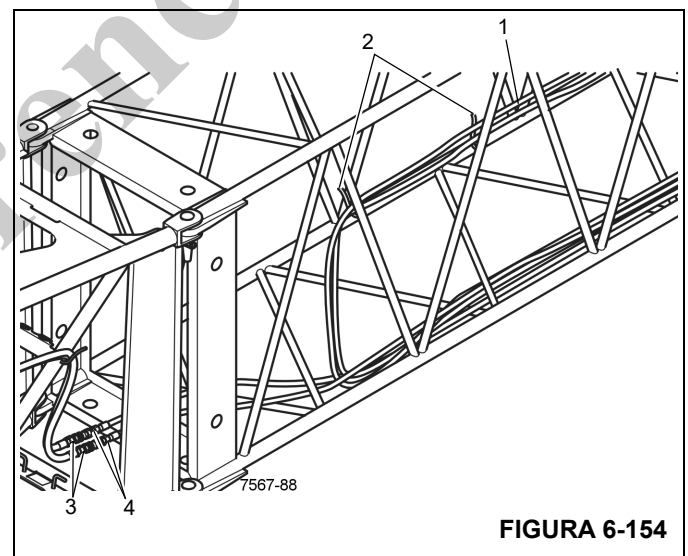
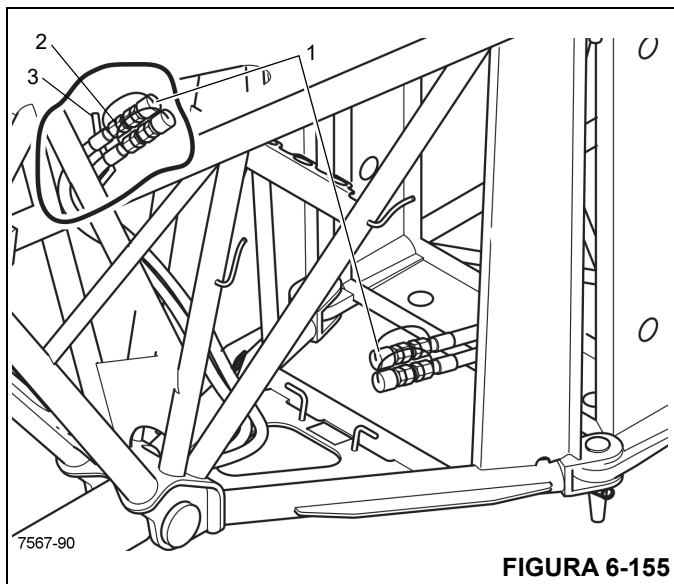

FIGURA 6-154
FIGURA 6-155
1. Retire la manguera larga (1), (Figura 6-154), de los sujetadores (2), (Figura 6-154), en el inserto.
3. Retire las tapas protectoras y conecte las mangueras de la extensión plegable (3), (Figura 6-154), a los extremos de manguera largos (4), (Figura 6-154).
4. Fije las mangueras (1), (Figura 6-154), en los sujetadores (2), (Figura 6-154), para asegurar que las mangueras no se dañen durante el funcionamiento.
1. Desconecte las mangueras (3), (Figura 6-155), de los extremos de manguera largos (4), (Figura 6-154).
2. Instale las tapas protectoras (1), (Figura 6-155), en los extremos de manguera.
3. Fije las mangueras (2), (Figura 6-155), en el sujetador (3), (Figura 6-155), en la sección de 35 pies (10.5 m).
4. Almacene las mangueras largas (1), (Figura 6-155), en los sujetadores (2), (Figura 6-155), provistos.